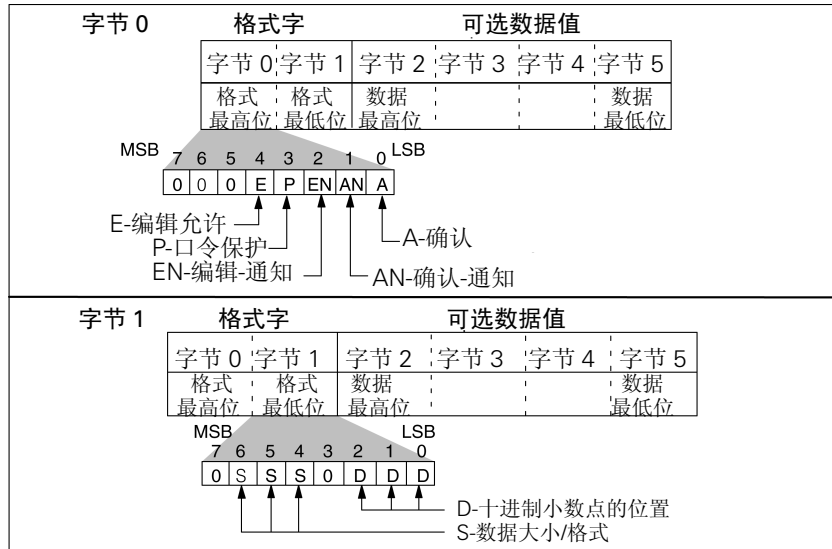

图 D-10 格式字的位值
**定义数据值的格式** 图 D-10 说明了格式字的字节 0 和 1 的位值。字节 0 只使用了 5 位(位 0 到 4)。字节 1 只使用了 6 位(位 0, 1, 2 和 4, 5, 6)。字节(包括字节 0 和 1)的所有其它位都必须置为 0。